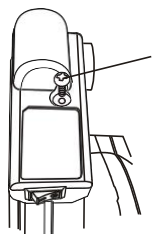

FIG.12
2. Retirez la vis du couvercle du laser (1) en utilisant un tournevis (Fig. 12).